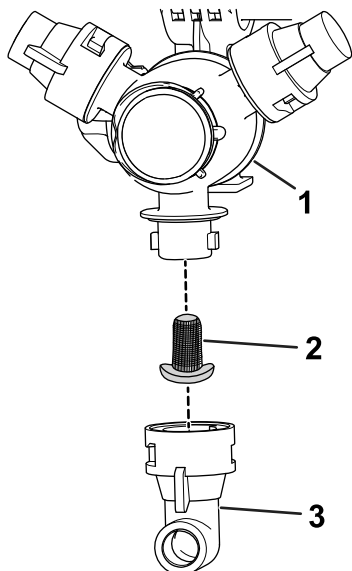

Figura 91
2. Retire la boquilla de la torreta de fumigación (Figura 91).
3. Retire el filtro de la boquilla (Figura 91).
5. Instale el filtro de la boquilla (Figura 91).
6. Instale la boquilla en la torreta de fumigación (Figura 91).